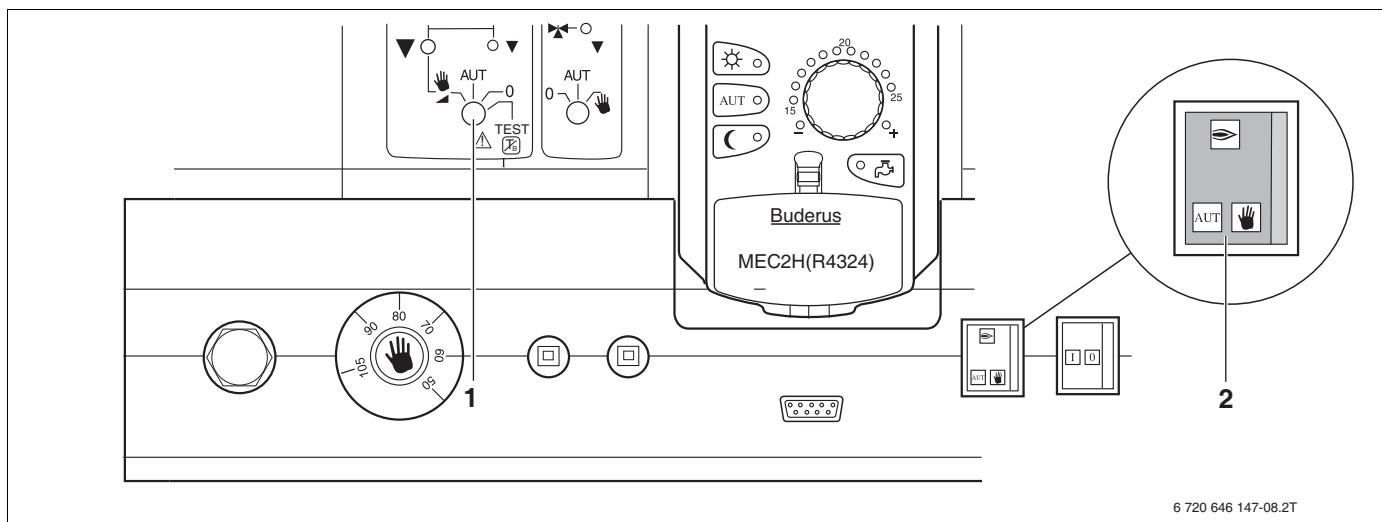

Рис. 11 Проверка предохранительного ограничителя температуры (STB) с помощью переключателя на ZM437 [1]
Чтобы не работал механический регулятор температуры, переключатель аварийного режима горелки (рис.11, [2], стр. 27) должен стоять в положении "AUT"!
После того как вы проверили, что переключатель аварийного режима горелки стоит в положении "AUT", установите переключатель (рис. 11, [1]) модуля ZM437 на  .
Если при достижении заданной температуры срабатывания STB + 2 K не происходит автоматического выключения горелки (см. главу 3, стр. 10), то для немедленного прерывания теста установите переключатель (рис. 11, [1]) на AUT. Это значит, что при установленной на STB температуре 120 °C его проверка должна быть вручную прервана при температуре 122 °C.
Проверка предохранительного ограничителя температуры (STB) должна проходить под постоянным надзором. Поворотом переключателя (рис. 11, [1]) в положение "AUT" можно в любой момент прервать проверку.
- После завершения проверки установите переключатель (рис. 11, [1]) на "AUT".